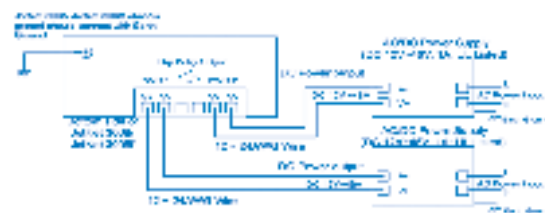

fig. 2
2. Stringere le viti del morsetto per evitare lo scollegamento dei cavi DC. Vedi fig.2